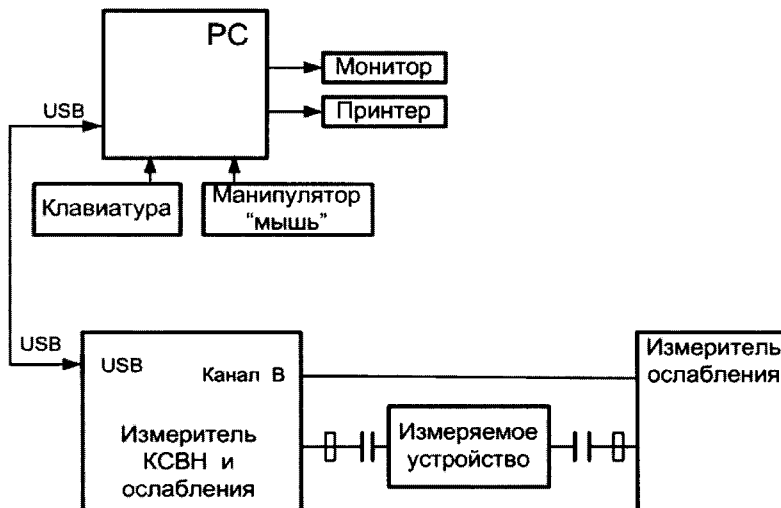

Рисунок 7
8.5.3 Для проведения измерений модулей коэффициентов передачи $|S_{21}|$ собрать схему, приведенную на рисунке 7, подсоединив измеряемое устройство между выходным фланцем и ответвителем **«В»** измерителя P2-65М (рисунок 7).